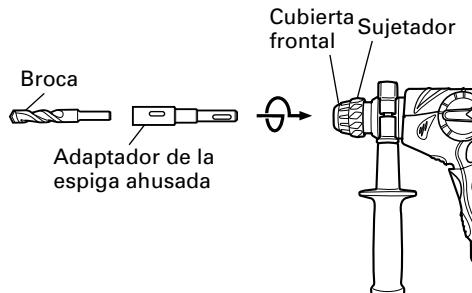
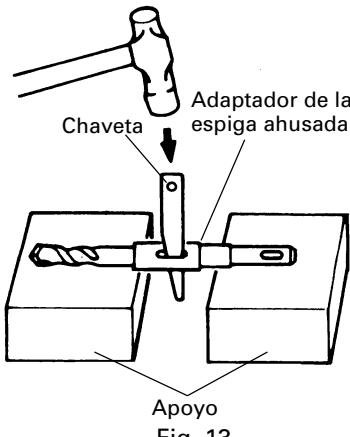

Fig. 12
Fig. 13
- (1) Montar el adaptador de la espiga ahusada en el martillo perforador. (Fig. 12)
- (2) Montar la broca (espiga ahusada) en el adaptador de la espiga ahusada. (Fig. 12)
- (3) Poner el interruptor en la posición de encendido (ON), y taladrar un agujero de la profundidad especificada.
- (4) Para quitar la broca (espiga ahusada), insertar la chaveta en la ranura del adaptador de la espiga ahusada y golpear la cabeza de la chaveta con un martillo. Usar apoyos como se muestra en la (Fig. 13).